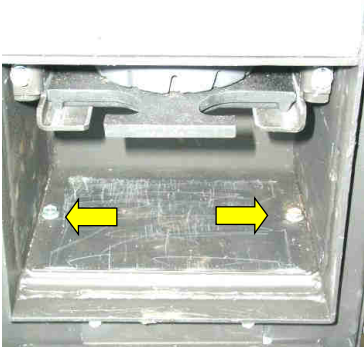

Fig. 59 : retirer la tôle de fond soufflerie
- Nettoyez le canal d'accumulation des gaz de combustion. Dévissez les deux vis de la tôle de fond sous le tiroir à cendres (Fig. 59). Sortez la tôle de fond avec le joint et aspirez en profondeur le canal d'accumulation des gaz de combustion. **Attention** : ne déformez pas les roues à ailes de la soufflerie ! Contrôle visuel de l'encrassement de la soufflerie des fumées. Uniquement en cas de besoin : nettoyage de la soufflerie des fumées, voir chapitre 18.4.
- Retirez la tôle de fond au-dessus de la soufflerie, dévissez 2 vis (Fig. 59).